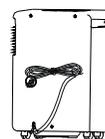

Fig.12
- Pliez le cordon et fixez-le à l'aide du lien (fig. 12).